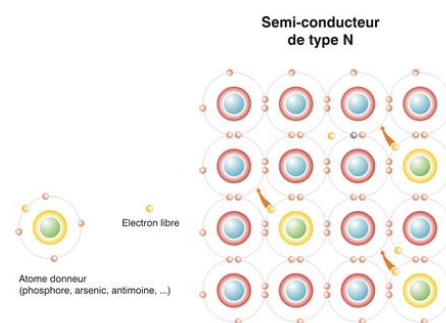

figure D.2.4 – b : dopage par atome de phosphore
- La jonction des deux parties ainsi dopées est appelée « jonction P-N » (figure D.2.4 – c), massivement utilisée dans la production des composants électroniques actifs (transistors, diodes, circuits intégrés, lampes LED, cellules PV...) : les processeurs des ordinateurs et téléphones actuels contiennent des milliers, souvent des millions de jonctions P-N et surtout N-P-N.